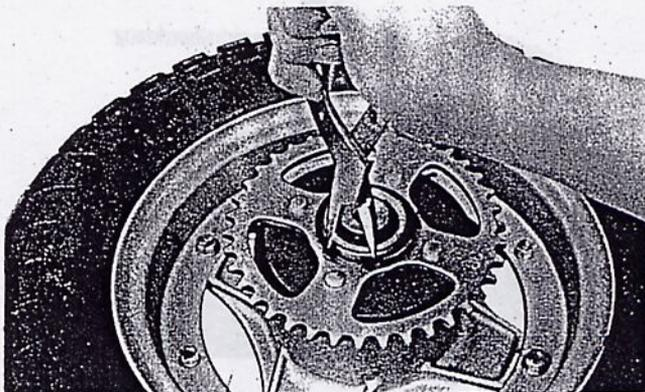

Abbildung 85
- (6) Federring mit einer Federringzange abnehmen. Das Endantriebskettenrad kann jetzt von der Radnabe abgenommen werden. (Abbildung 85)